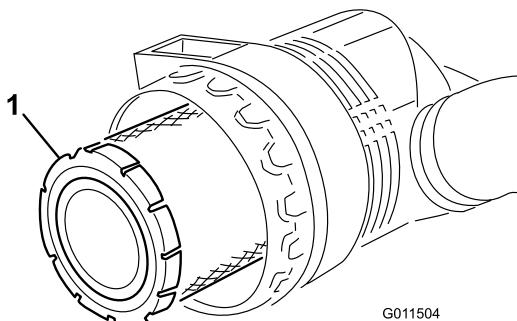

Figura 46
3. Retire e substitua o filtro primário (Figura 46).